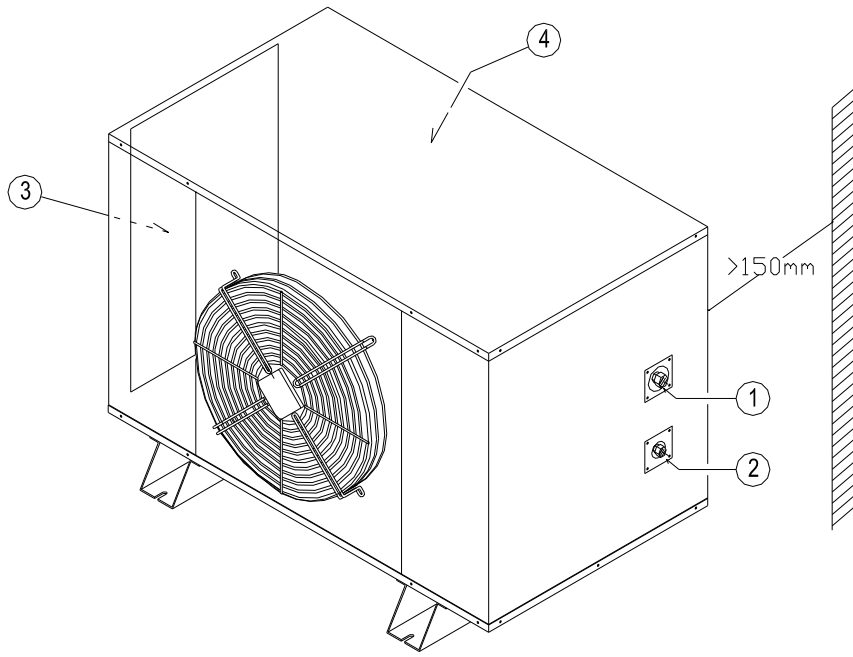

Fig. 1
ACHTUNG: Die Hähne (1) und (2) der ABB. 1 befinden sich in der Schalttafel (3) der Kondensatoreinheit, während die Schalttafel an Bord der Zelle in der Kondensatoreinheit (4) verpackt ist. Um die Hähne zu erreichen, nimmt man die Verschlussplatte der Schalttafel ab, während man zum Erreichen der Schalttafel an Bord der Zelle die Ventilatorplatten entfernt. Bauen Sie dafür nie die obere Platte der Kondensatoreinheit aus!
Die Kondensatoreinheit muss auf einer ebenen Oberfläche (Auflagefläche) eingebaut werden; dies kann sowohl außen als auch innen geschehen, sofern im zweiten Fall ein ausreichender Luftaustausch gewährleistet ist. Die Seite mit dem Gitter muss in einem Mindestabstand von 150 mm von der Wand oder eventuellen Hindernissen aufgestellt werden, sodass eine angemessene Ansaugung des Luftflusses ermöglicht wird, wie in der ABB. 1 gezeigt.